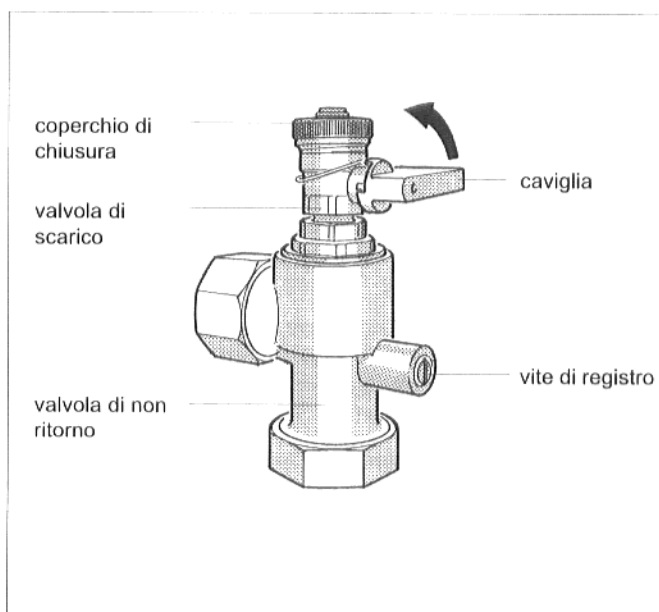

Fig. 11: valvola di non ritorno con sfogo aria
- Mettere in posizione verticale il taglio della vite di regolazione della valvola di ritegno (sempre aperta) (Fig. 11).
- Svitare il coperchio di chiusura della valvola di sfogo aria e mettere in posizione verticale la caviglia della valvola di sfogo aria (aprire) (Fig. 11).